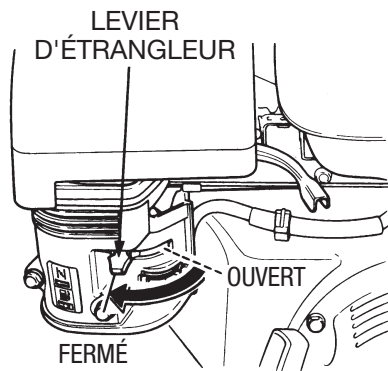

Figure 19. Levier d'étrangleur
- Placez le **levier d'étrangleur** (Figure 19) dans la position « **FERMÉE** ».
- Si le moteur a démarré, ramenez lentement le levier d'étrangleur (Figure 19) dans la position « **OUVERTE** ». Si le moteur n'a pas démarré, répétez les étapes 1 à 7.